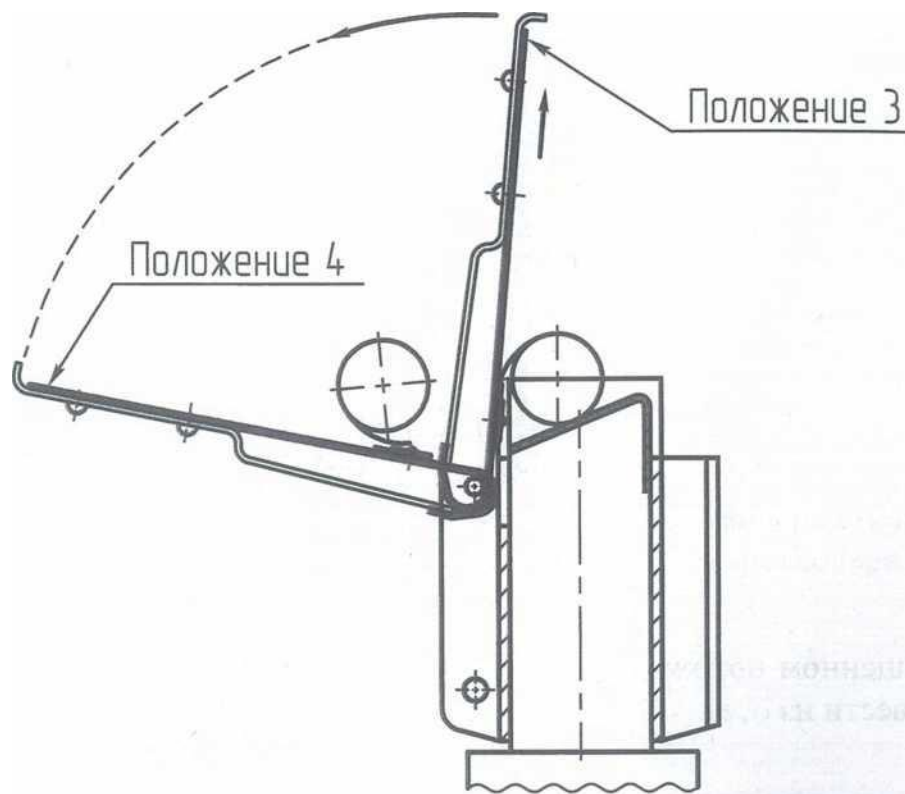

Рис.3.6.4.5
5 - Установку нажимного механизма на щетку производить в соответствии с Рис. 3.6.4.3, 3.6.4.4, 3.6.4.5. При этом порядок установки нажимного механизма производить в обратной последовательности:
- вывести нажимной механизм из положения 4 в положение 3 (Рис. 3.6.4.5);